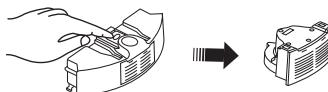

Рис. 3
2. Нажмите на красную кнопку на контейнере, вентилятор автоматически освободиться. (См. рис. 3)